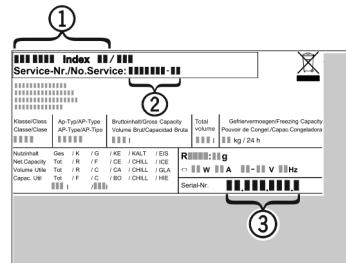

Fig. 7
- Upovedomte zákaznícky servis a oznamte chybu, označenie zariadenia Fig. 7 (1), servisné č. Fig. 7 (2) a sériové č. Fig. 7 (3).